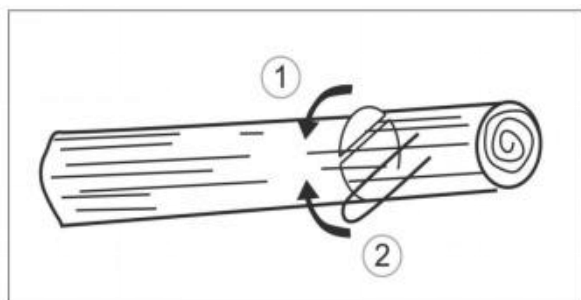

Fig. 22
12. Nel caso in cui il tronco sia sostenuto su entrambe le estremità, tagliare prima dalla parte superiore 1/3 del diametro del tronco per evitare spaccature. Rfinire poi il taglio dal basso in modo che coincida con il primo taglio, evitando inceppamenti (fig. 22).